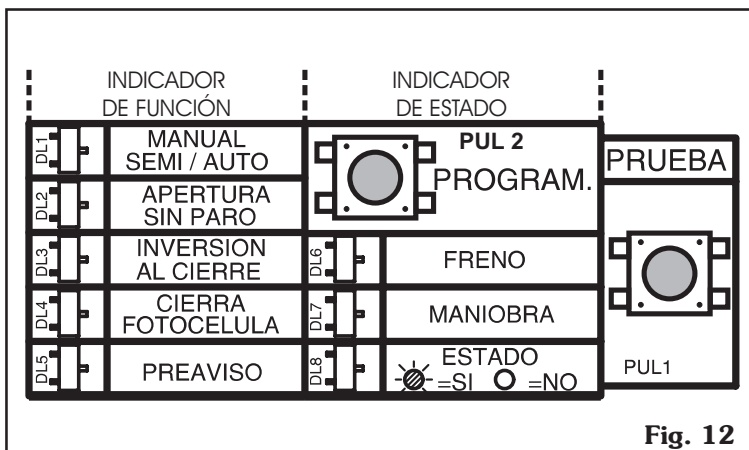

Fig. 12
3.1.1. Presione la tecla PROGRAM (PUL 2 en fig. 12). Los indicadores de función efectuarán dos intermitencias. (El indicador de Manual/Semi/Auto quedará encendido intermitentemente). Si transcurridos 30 segundos no realizamos ninguna otra operación, los indicadores harán 5 intermitencias y se apagarán, debiendo presionar de nuevo la tecla PROGRAM para entrar en modo programación.